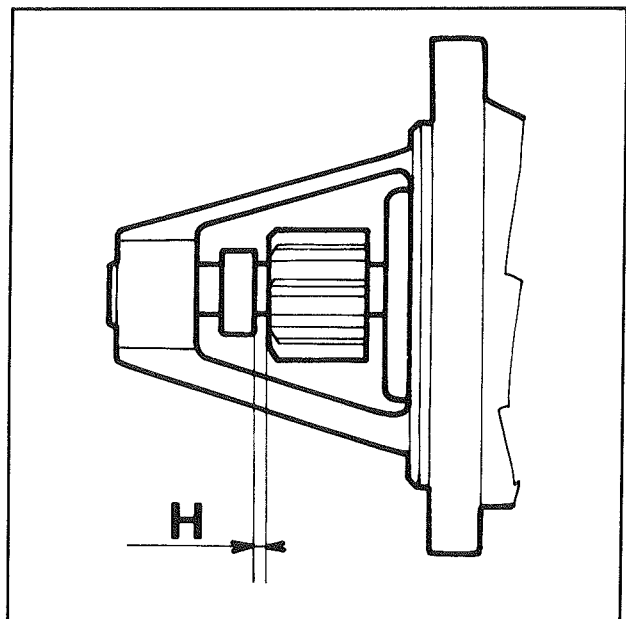

Fig. 1
- le jeu (H) (fig. 1) entre le pignon et la butée de pignon doit être compris entre 0,5 mm et 1,5 mm.